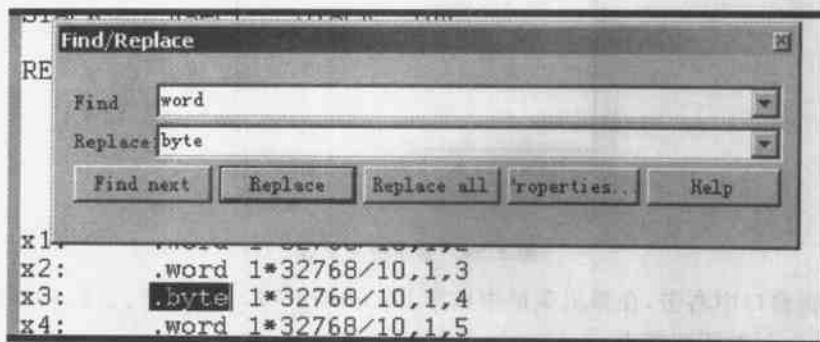

图 3.52 Find/Replace 对话框
(3) 也可以在 Edit 菜单中选择 Find/Replace 命令,则弹出如图 3.52 所示的对话框。分别在 Find 域中输入需要查找的字符串,在 Replace 域中输入代替查找的字符串,单击相应的 Find Next、Replace 或 Replace All 按钮即可。在这里是把字符串“word”替换成“tyte”。